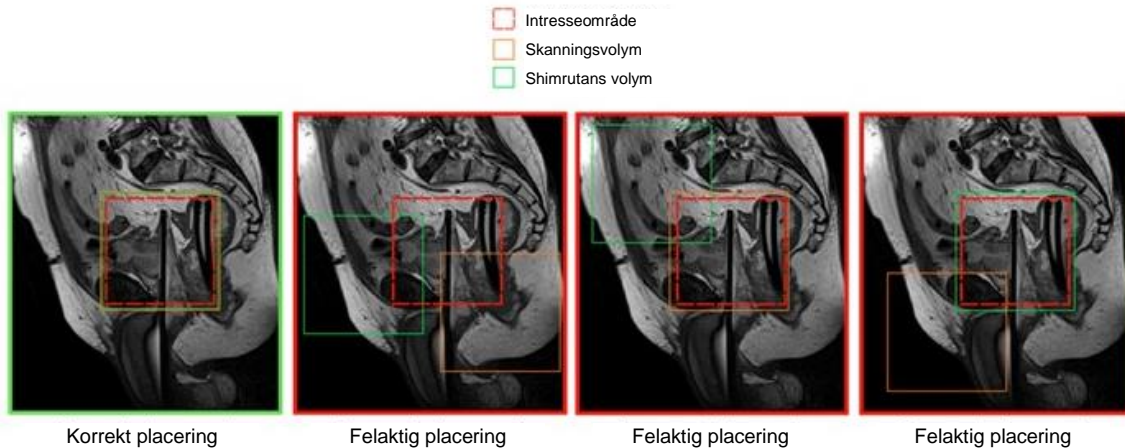

Bild 47: Exempel på korrekt och felaktig placering av shimrutan
2. **MR-tekniker:** För redigering av AX THERM på fliken Offc/Ang (offc./vinkel) ändrar du AP-, RL- och FH-värdena för både Stack Offc. (stackoffc.) och Ang. (vinkel) så att de överensstämmer med värdena på behandlingskonsolen. Gör samma sak för shimvolymen. Om shimvolymen innehåller mer än bara patientens anatomi (t.ex. luft) minskar du storleken på shimrutan (*Bild 47*).